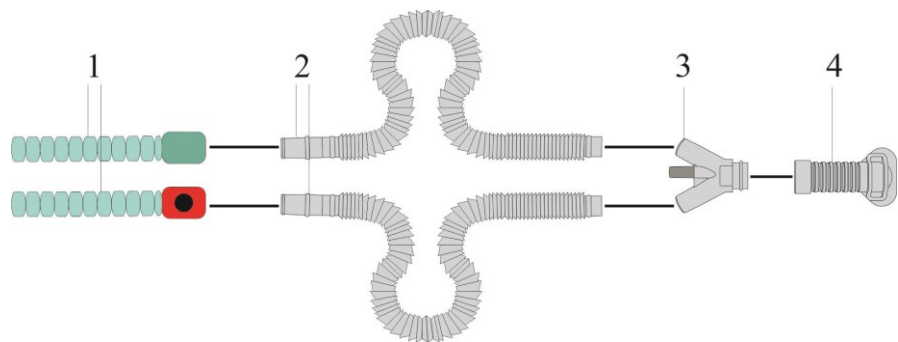

Abb. 110: Anschluss EasyFlow NCPAP
2. Die beiden Entkopplungsschläuche auseinanderziehen und einen Bogen formen (vgl. Abb. 110).